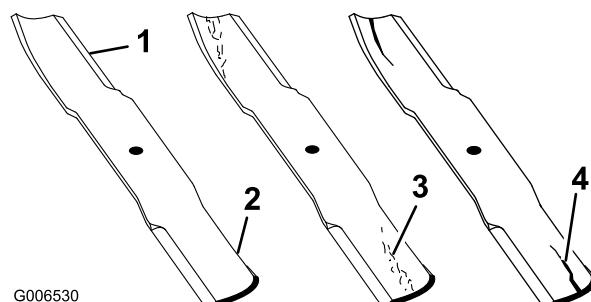

Figure 62
1. Examinez le tranchant des lames (Figure 62). Si les lames ne sont pas tranchantes ou si elles présentent des indentations, déposez-les et aiguisez-les (voir Aiguisage des lames).
2. Inspectez les lames, surtout la partie relevée (Figure 62). Remplacez immédiatement toute lame usée, endommagée ou qui présente une entaille (repère 3 de la Figure 62).